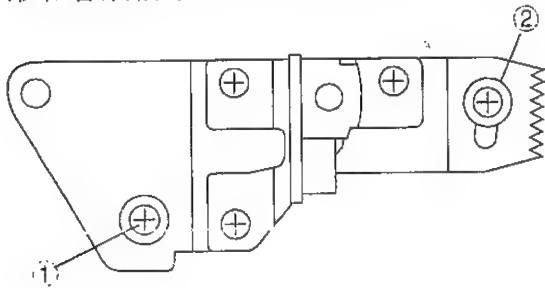

图4-36
- 用调整螺丝刀移动A/C磁头臂, 然后调节A/C磁头位置, 使磁头开关脉冲高侧的包络线达至最大。最后, 旋转螺丝 ① 和 ②。(此时, 应按螺丝 ① 和 ② 之顺序进行)。(见图4-36 ① 和 ②)。(参考: 最后的旋紧力矩以0.6N.m为宜)。